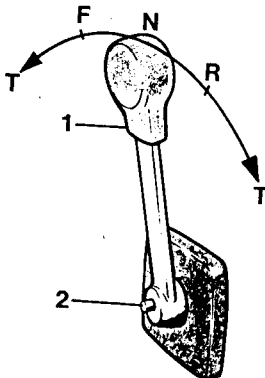

Fig. 4. Volvo Penta, kombinerat varvtals- och manöverreglage.
1. För manöverspaken till neutralläge samt frikoppla växelmanövreringen, se anvisningar fig. 4. Skjut fram reglagespaken till ca 1/4 gaspådrag. Är motorn kall skall choken stängas helt. Vid start av varm motor skall choken ej användas.
7. För manöverspaken till neutralläge för inkoppling av växelmanövreringen (se fig. 4). Båten är herefter klar att tagas i bruk.